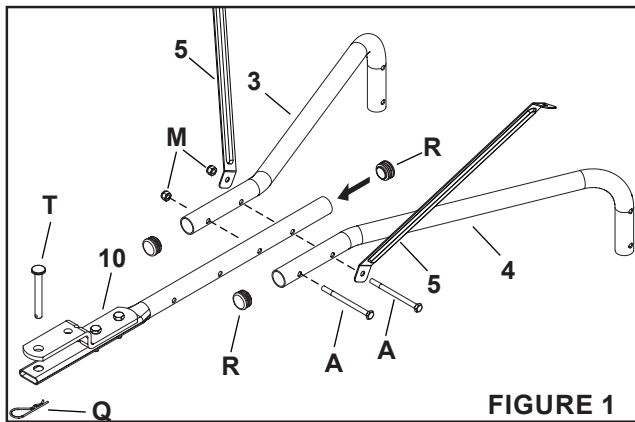

FIGURE 1
Étape 1: (Voir la figure 1)
1. Insérez les bouchons (R) à l'extrémité du tube d'attelage (10) et dans les tubes de support d'attelage (3 et 4) à l'aide d'un maillet en caoutchouc.
2. Installez la goupille d'attelage (T) dans le support d'attelage et le tube d'attelage (10), puis fixez-la avec l'anneau de sécurité (Q).
3. Fixez les tubes de support d'attelage (3) et (4) au tube d'attelage (10) à l'aide d'un boulon hexagonal 1/4 po x 3-1/2 po (A) et d'un écrou auto-bloquant 1/4" (M).
4. Fixez les renforts de trémie (5) au tube d'attelage à l'aide d'un boulon hexagonal 1/4 po x 3-1/2 po (A) et d'un écrou auto-bloquant 1/4 po (M). Ne serrez pas complètement. Les renforts de trémie peuvent être rabattus en direction de l'attelage, car ils ne seront complètement installés qu'à l'étape 12.